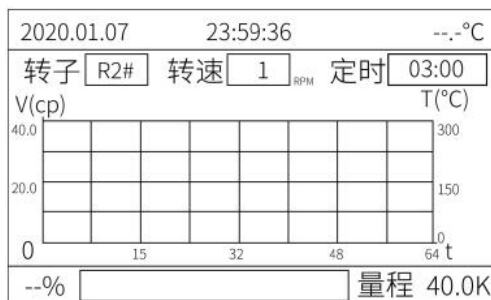

图 5
(8) 如需定时测试时间，可返回到主菜单，按◀或▶键可切换到设置中心，按确定键进入设置中，按▼键下拉菜单，选定“7、开/关计时器”后按确定进入，再按▲或▼键可切换计时器开/关，按确定键选定模式，返回即可退出。回到测量项目界面，选择好转子转速后，即可设置定时测量。（注：如定时时间小于最短测量时间，定时时间将自动设置至最短测量时间）
(9) 测量时按暂停键，仪器将会停止测量：如再按确定键，仪器将按上次设置的转子号、转速和定时时间进行测量。若要更改转子或者转速，必须按返回键后方能操作。
(10) 返回主菜单界面如图 1，将光标选择至粘温曲线后按确定键进入粘温曲线测量模式，如图 5，转子、转速、定时设置方式同测量项目内设置方式一样。（V 为粘度值，T 为温度，t 为时间）